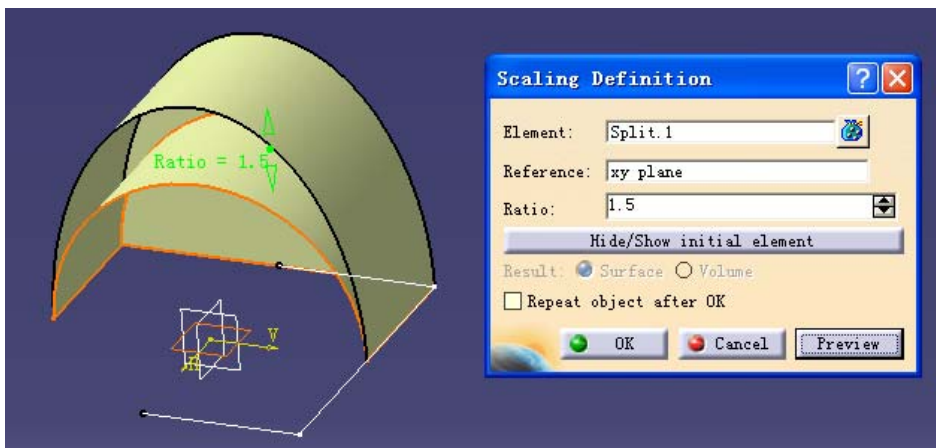

图 4-52
□ 根据基准面缩放曲面的命令  (点击 **Translate**  右下方倒三角形), 在前面的模型中点击  键。Element 栏中选择模型, Reference 栏中按鼠标的右键后选择缩放的方向, Ratio 栏中输入比例 (见图 4-52)。